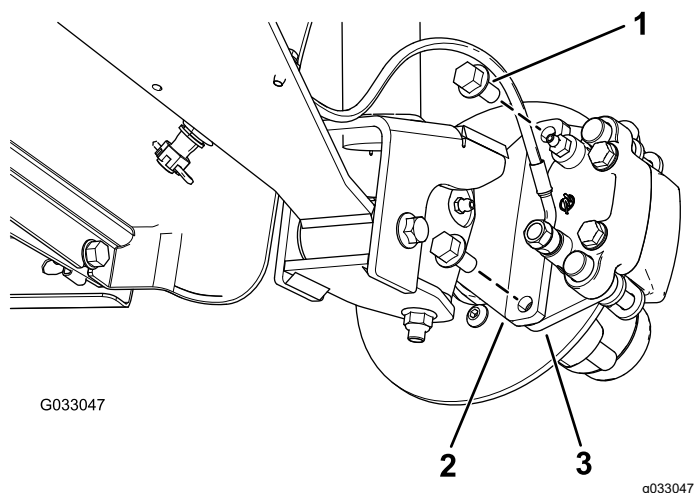
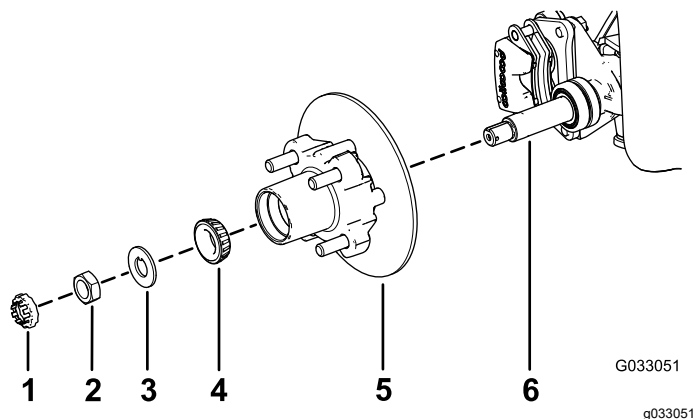

図 26
図 30
3. ブレーキアセンブリ用のブラケットをスピンドルに固定しているフランジヘッドボルト $\frac{3}{8}$ " x $\frac{3}{4}$ "を外してスピンドルからブレーキを取り外す 図 26。
- スピンドルに所定のグリスを薄く塗る 図 30。
- ハブとロータをスピンドルに取り付ける。ロータを内側にすること 図 30。
- スピンドルに外側ベアリングを取り付けてレースにはめる 図 30。
- スピンドルにタブワッシャを取り付ける 図 30。
- スピンドルにスピンドルナットを取り付け、ハブを回してベアリングを着座させながらナットを 15 N·m 1.52 kg·m = 11 ft·lb に締めつける 図 30。
- ブレーキパッドをロータのそれぞれの側に合わせ 図 26、キャリパブラケットの穴と、スピンドルフレームのブレーキ取り付け部の穴を整列させる 図 30。
- キャリパブラケットをスピンドルフレームに固定する 図 26 フランジヘッドボルト $\frac{3}{8}$ " x $\frac{3}{4}$ " 2本を使用する。